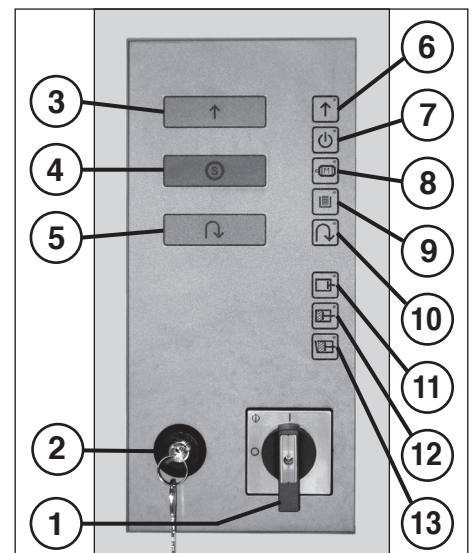

Fig. 6
- Desbloquear o interruptor de bloqueio (2), e accionar o botão de pressão "Marcha de avanço do mecanismo de corte" (3) (fig. 6).
UTILIZAÇÃO DA TRITURADORA (fig. 6):
ELEMENTOS DE MANEJO (fig. 6, 7 e 8):
(emergência-desligação) (fig. 6)
2 = Interruptor de bloqueio (fig. 6)
"Marcha de avanço do mecanismo de corte" (fig. 6)
4 = Botão de pressão (fig. 6)
5 = Botão de pressão (fig. 6)
"Pronto para entrar em serviço" (fig. 6)
"Avaria do motor" (fig. 6)
10 = Luz de controlo (fig. 6)
11 = Luz de controlo "Punção atrás" (fig. 6)
"Fardo acabado" (fig. 6)
a) "Válvula aberta" (fig. 6)